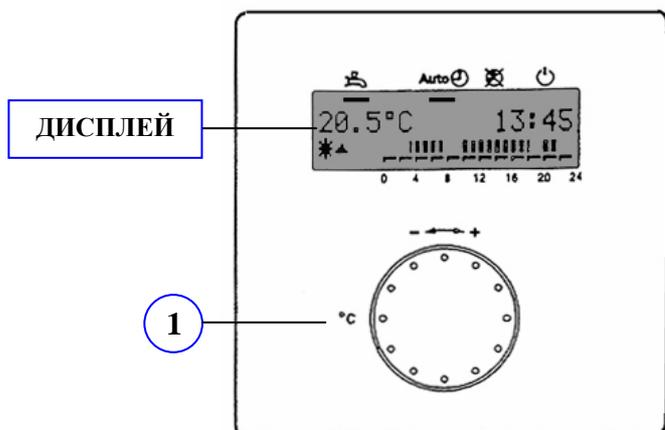

Рисунок 1
- 2) нажата кнопка 3 (рисунок 1), запускающая режим работы на обогрев вручную. На дисплее отображается черная черта под символом “”;
- 3) нажата кнопка "состояние" ("presenza") (см. 7 рисунок 1), запуская номинальный режим работы: на дисплее изображен символ “”.
- b) кнопка присутствия (см. 7 рисунок 1) нажата, что запускает сокращенный режим . На дисплее отображается символ "  ".